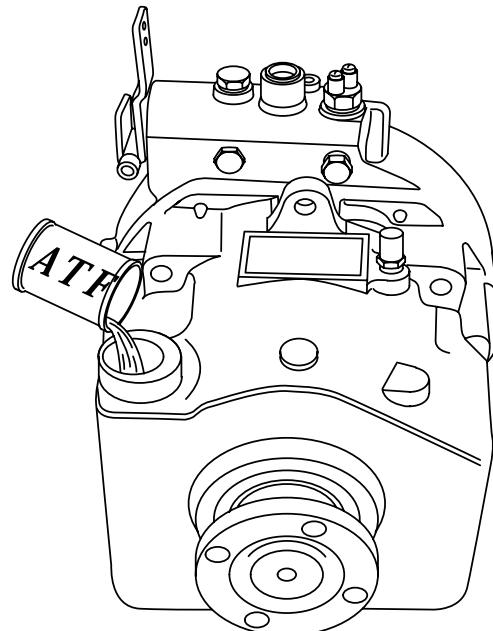

Fig. V-4
**2.4.1** Fill with the following quantities of Automatic Transmission Fluid (ATF), and add the amount required for cooler and pipelines (fig. V-4).
**2.4.1** Riempire con olio per cambi automatici ATF rispettando le quantità sotto indicate; aggiungere la quantità necessaria per il riempimento dello scambiatore di calore e dei relativi tubi di raccordo (fig. V-4).
**2.4.1** Remplir avec les quantités suivantes d'huile ATF, et ajouter la quantité requise pour le refroidisseur et ses canalisations (fig. V-4).
**2.4.1** Füllen Sie das Getriebe bis zur Max.-Markierung mit ATF-Getriebeöl (Automatic Transmission Fluid) plus der Menge, die für Ölkühler und Leitungen benötigt wird (Bild V-4).